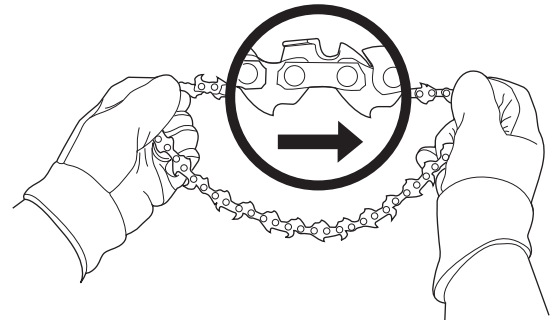

Fig. 11
4. Coloque la nueva cadena en la ranura de la barra de guía con los bordes afilados de la cadena de la sierra apuntando en la dirección de rotación (Fig. 11).